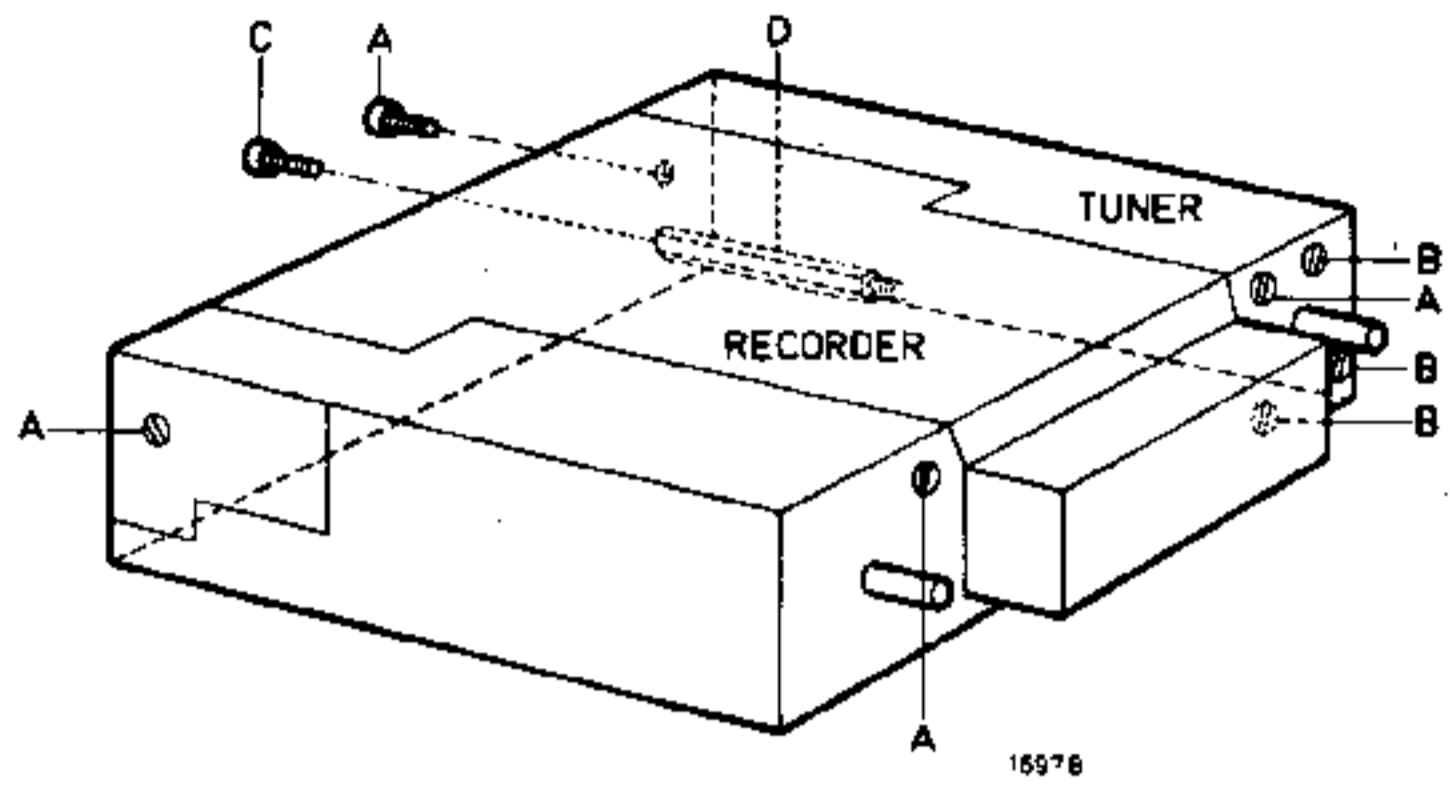

Fig. 1
- . Enlever la vis "C" (fig. 1).